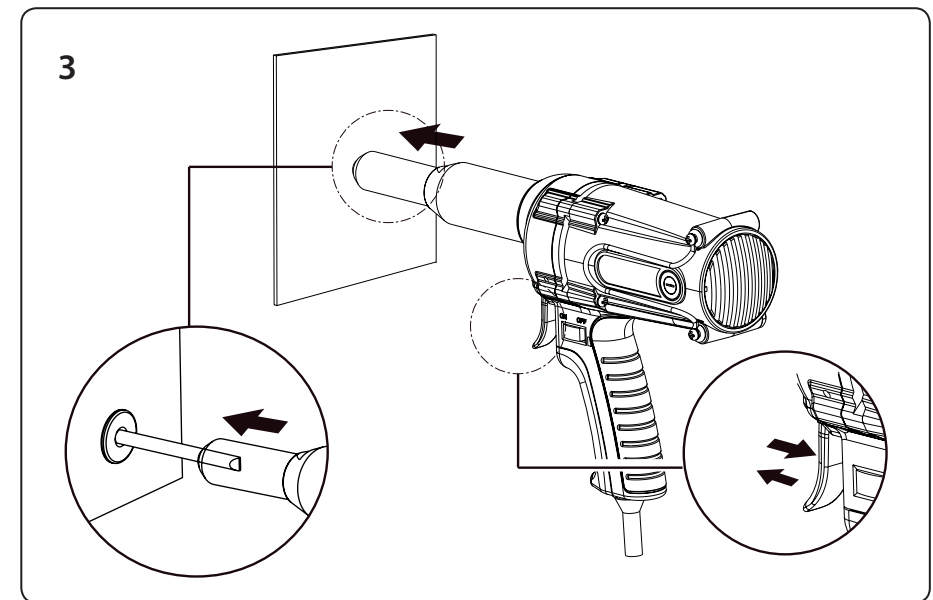

Abb.5
- c) Setzen Sie den Nietschaft in die Nietbolzenöffnung in der Nietpistole und drücken Sie sofort ohne Anhalten den Pistolenzug und lassen Sie ihn sofort wieder los, siehe Schritt 3, Abb. 5. Der Pistolenzug darf nicht angehalten werden.